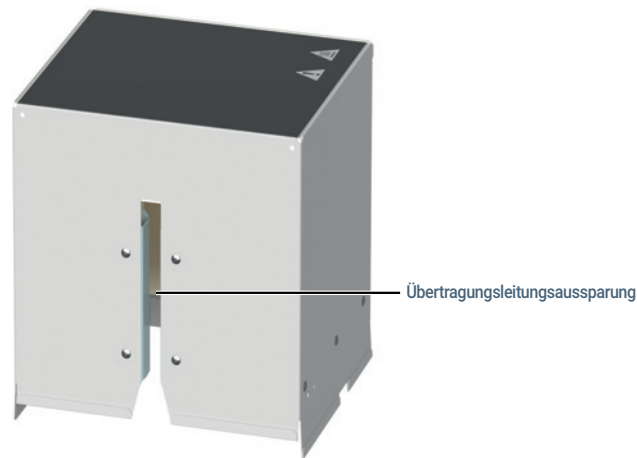

Abb.5. Übertragungsleitungsaussparung des Heizventilgehäuses
- 1 Richten Sie die Übertragungsleitungsaussparung des Heizventilgehäuses mit der Übertragungsleitung aus (**Abbildung 5**).